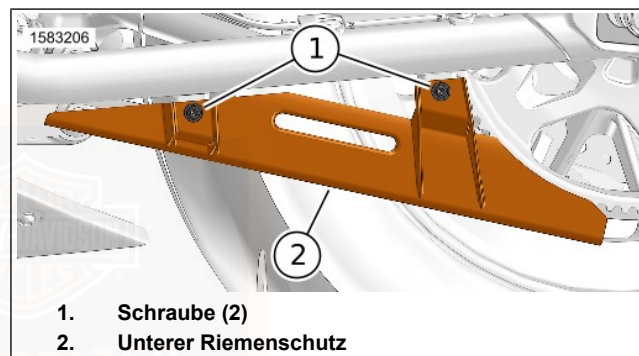
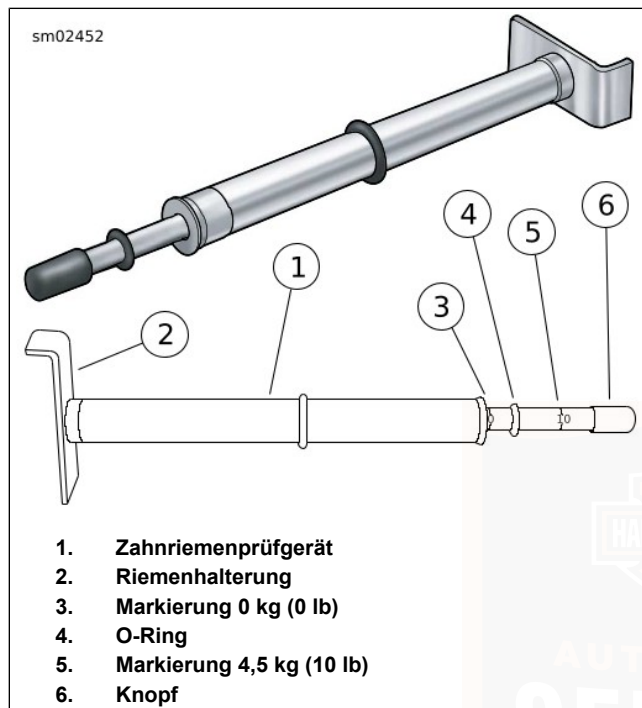

Abbildung 65. Unterer Riemenchutz
Abbildung 68. Zahnriemenprüfgerät
2. Siehe Abbildung 68 . Messung der Riemendurchbiegung mit:
2. Siehe Abbildung 65. Unteren Riemenschutz entfernen.
- a. Die Schrauben (1) und den unteren Riemenschutz (2) entfernen.
3. Siehe Abbildung 68 . Messung der Riemendurchbiegung mit:
6. Siehe Abbildung 65. Den unteren Riemenchutz einbauen.
- a. Den unteren Schutz (2) in Einbaustellung bringen.
- b. Die Schrauben (1) anbringen. Festziehen.